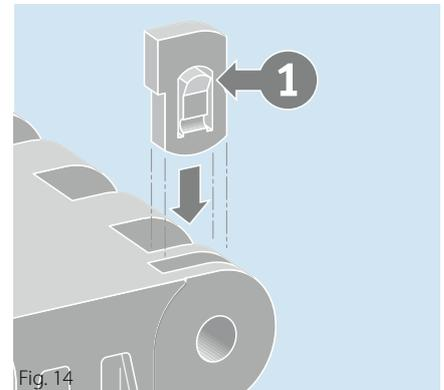

Fig. 14
Cortar la barras de acoplamiento a medida e insertarla en los ojales. A ambos lados de la banda, insertar los clips en el módulo con el muelle de sujeción (1) mirando hacia fuera (fig. 14).